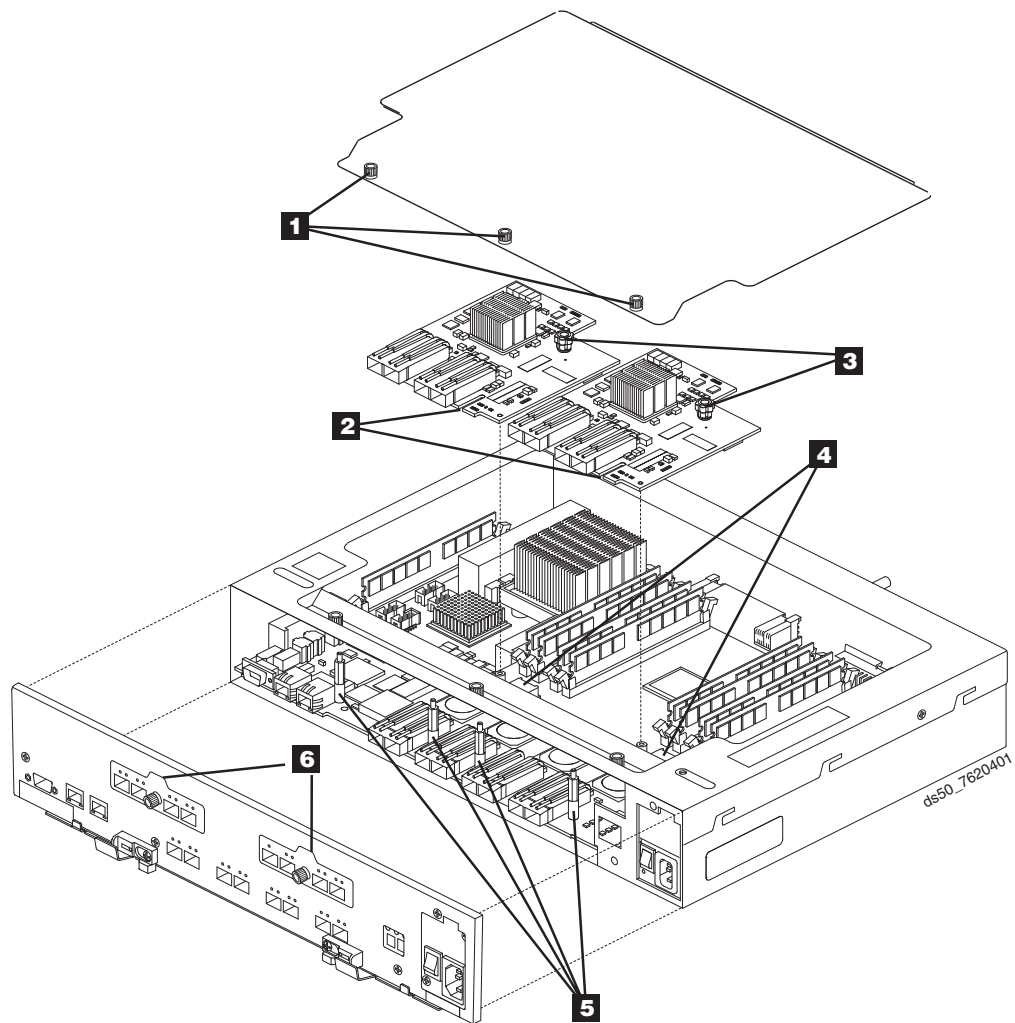

図 125. コントローラー・カバーの取り外しとホスト・インターフェース・カードの交換
- 14. 230 ページの図 125 に示すように、上部カバーを取り外します。
表 56 は、図 125 に示されている番号付きの位置を説明しています。
22. つまみねじを掴んで、ステップ 18 (231 ページ) で取り外したホスト・インターフェース・カード・ポート・カバーを再取り付けします。ホスト・インターフェース・カード・ポート・カバーの図は 230 ページの図 125 にあります。